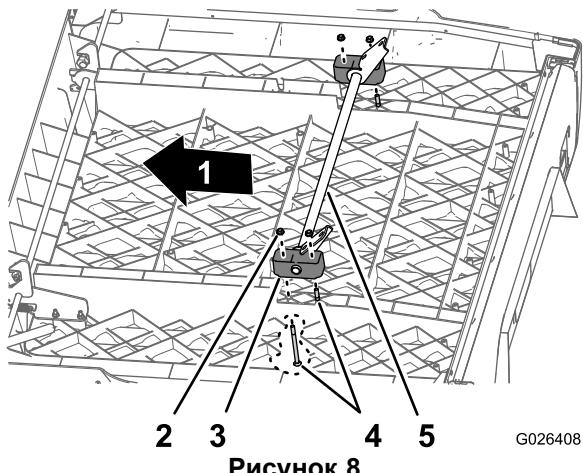

Рисунок 8
- На **старом** грузовом кузове открутите 4 каретных болта (3/8 x 5 дюйма) и 4 рифленые гайки (3/8 дюйма), которые крепят 2 поворотные блоки и кронштейн шарнира в сборе к нижней части кузова (Рисунок 8).